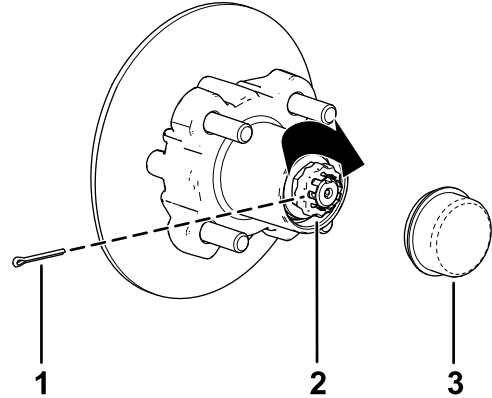

Figure 34
8. Placez l'arrêt d'écrou sur l'écrou et vérifiez que la fente dans l'arrêt et le trou dans la fusée sont alignés afin de pouvoir insérer la goupille fendue (Figure 34).
9. Insérez la goupille fendue et repliez chacune de ses pattes autour de l'arrêt d'écrou (Figure 34).
10. Reposez le couvercle-moyeu sur le moyeu (Figure 34).